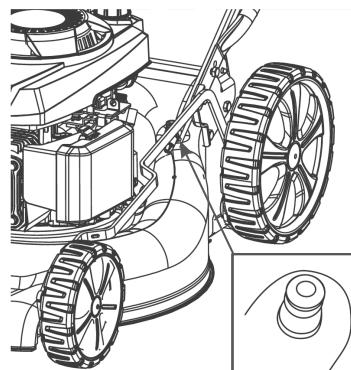

Рис. 23 Расположение коннектора для подключения шланга
При наличии водопровода рекомендуется промывать корпус газонокосилки водой. На корпусе газонокосилки установлен коннектор 1 (Рис. 23) для подключения поливочного шланга. Для очистки внутренней части корпуса газонокосилки присоедините шланг к коннектору, запустите двигатель газонокосилки и подайте воду. Дайте поработать двигателю несколько минут.
6. Установите нож на направляющие адаптера и закрепите его болтом и шайбой, как показано на Рис. 23. Убедитесь, что нож установлен правиль но.